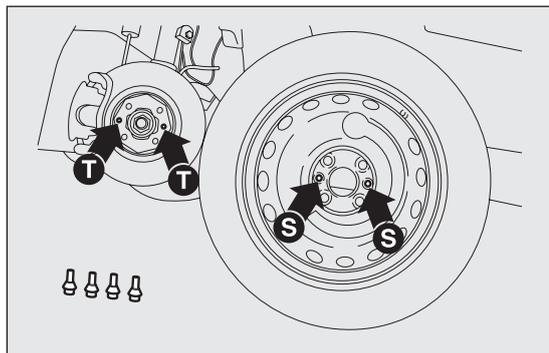

fig. 146
- montar la rueda de repuesto haciendo coincidir los orificios S fig. 146 con los correspondientes pernos de centrado T;
- montar la rueda de uso normal haciendo coincidir los orificios S fig. 146 con los correspondientes pernos de centrado T;